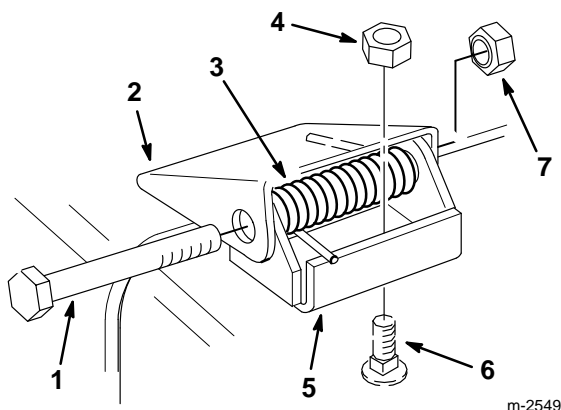

Figure 32
1. Retirer le contre-écrou, le boulon et le ressort de fixation des attaches du déflecteur aux supports d'articulation (Fig. 32).
2. S'il faut remplacer les supports d'articulation, retirer les boulons de carrossier et les contre-écrous coniques qui les fixent au-dessus de l'ouverture d'éjection, puis mettre en place de nouveaux supports. S'assurer que la tête des boulons de carrossier est bien à l'intérieur de l'unité de coupe (Fig. 32).
3. Monter les attaches du déflecteur sur les supports d'articulation à l'aide des boulons, des ressorts et des contre-écrous. Les extrémités droites des ressorts doivent passer entre le déflecteur et l'attache (Fig. 32).
4. Serrer les contre-écrous jusqu'à ce qu'ils touchent les supports d'articulation (Fig. 32).